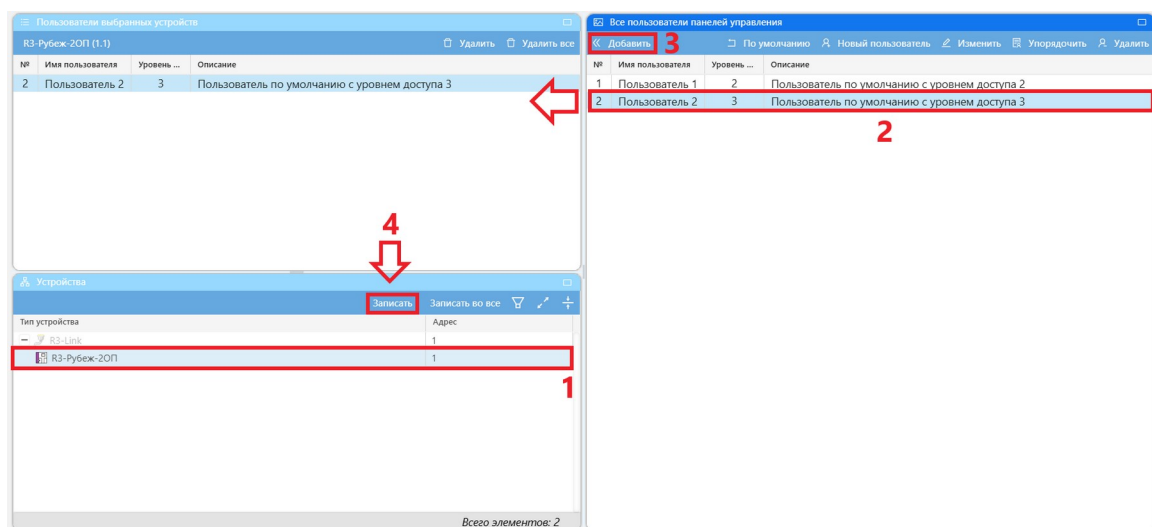

Рисунок 10.222 – Редактирование списка пользователей и запись пользователей в текущее устройство
- б) нажмите кнопку «**Записать**» в окне «**Устройства**» для записи в выбранное устройство в соответствии с рисунком Рисунок 10.222. Для записи текущего списка пользователей во все устройства нажмите кнопку «**Записать во все**».